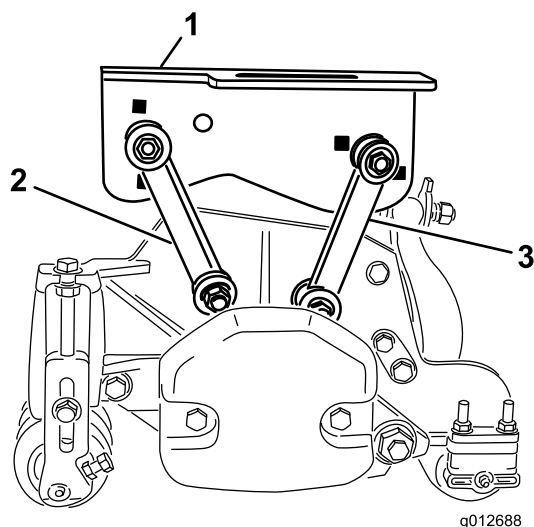

図 17
- 前取り付けリンクを中央のキャリアフレームに固定する ボルト $\frac{3}{8}$ x 2 $\frac{1}{4}$ " 1本、平ワッシャ2枚、ロックナット1個を使用して図 17のように取り付ける。取り付ける時にリンクの両側にワッシャを入れる。締め具を 42N・m8.3kg.m = 31ft-lbにトルク締めする。
- 後取り付けリンクを中央のキャリアフレームに固定する ボルト $\frac{3}{8}$ x 2 $\frac{1}{4}$ " 1本、平ワッシャ2枚、ロックナット1個を使用して図 17のように取り付ける。取り付ける時にリンクの両側にワッシャを入れる。締め具を 42N・m8.3kg.m = 31ft-lbにトルク締めする。